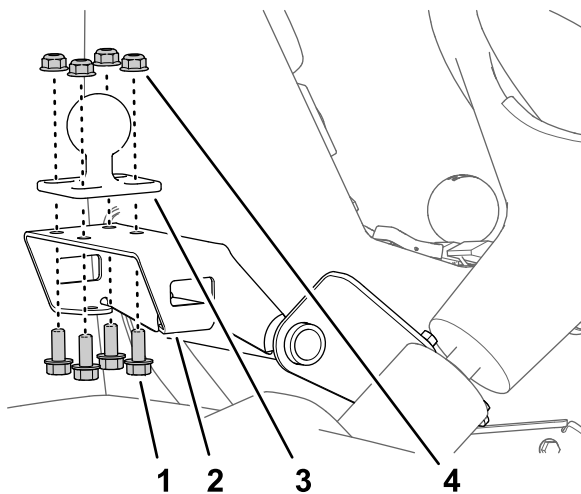

Figura 166
1. Montate il supporto a sfera sulla staffa per il supporto del monitor (Figura 166) con i 4 bulloni a testa flangiata (5/16" x 3/4") e 4 dadi di bloccaggio flangiati (5/16").